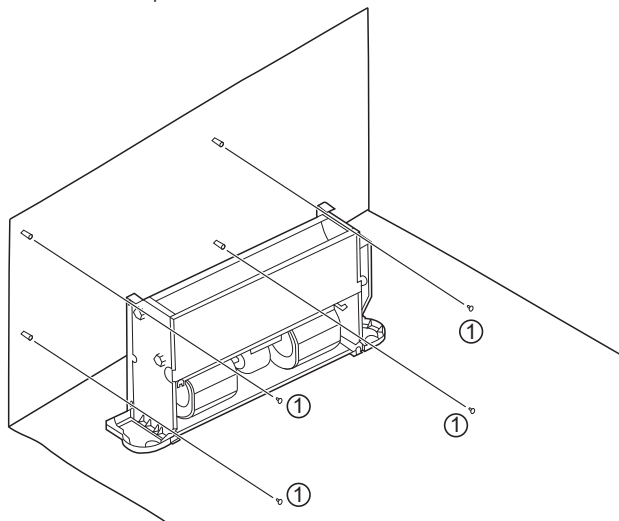

Figura 5-2 Diagrama para fijar el cuerpo de la unidad
Como se muestra en la Figura 5-2, apriete los cuatro tornillos (1) en una estructura de mampostería adecuada.